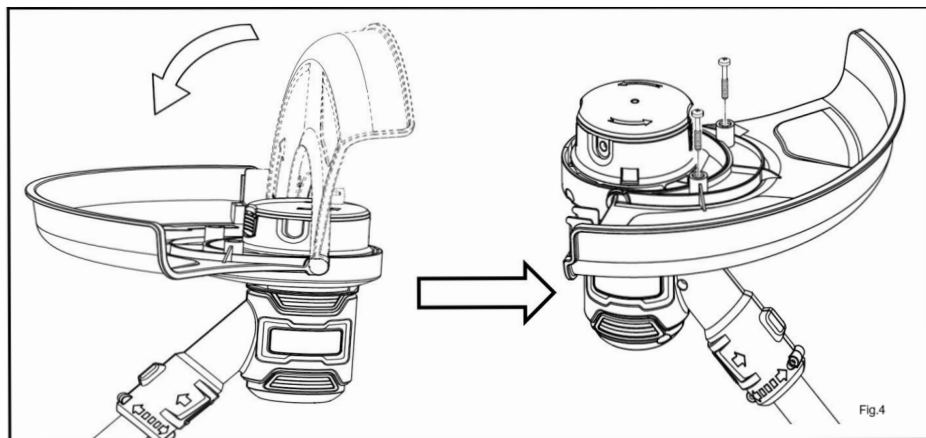

Fig.4
2. Gire el protector a la posición adecuada y luego instale dos tornillos (vea la Fig. 4).